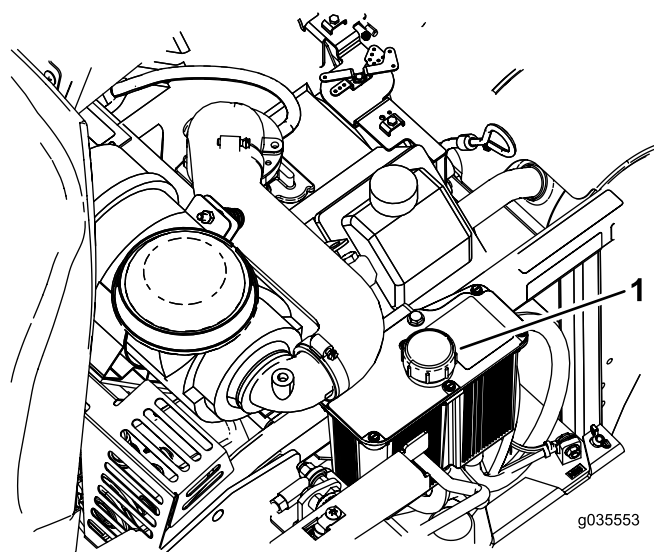

Figura 67
6. Pulite attorno all'asta di livello del serbatoio dell'impianto idraulico (Figura 67).
7. Togliete l'asta di livello dal serbatoio idraulico (Figura 67).